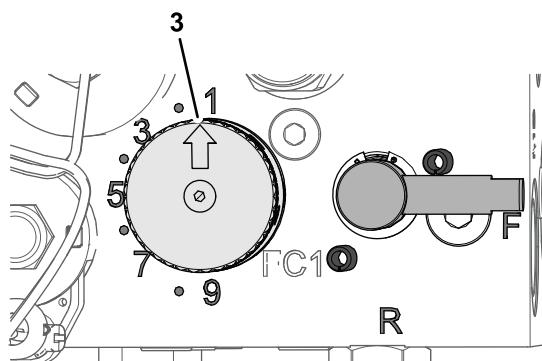

Bild 51
- Stellen Sie die Spindeldrehzahl durch Drehen des Bedienelement-Handrads für die Spindeldrehzahl (Bild 51) ein, bis der Anzeigepfeil auf die Nummer zeigen, die Sie in Schritt 3 festgelegt haben.